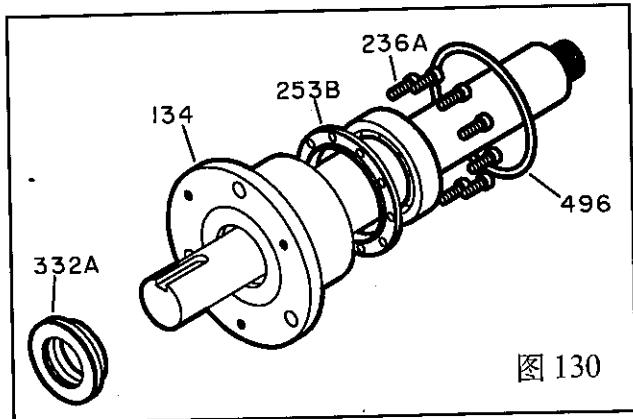

图 130
10. 把螺栓(236A)穿入夹紧环(253B)，对角交错旋紧螺栓，检查轴是否能转动自如，螺栓扭矩值参照表9(图130)。
12. 将外侧的迷宫油封(332A)装进轴承座(134)中，它是一个镶嵌的O型环，迷宫密封排放孔槽放置在底部(6点钟位置)(图130)。